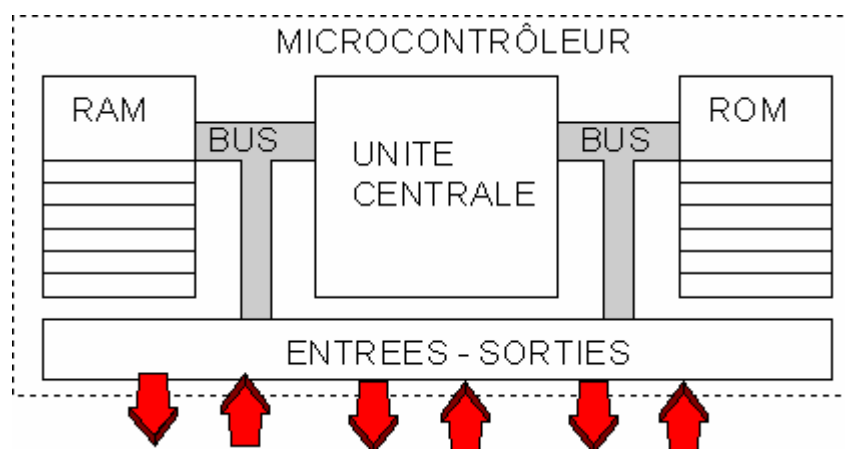

Figure 3
- **Structure interne d'un microcontrôleur (figure 3)**
Cette architecture simplifiée vous est présentée figure 3.